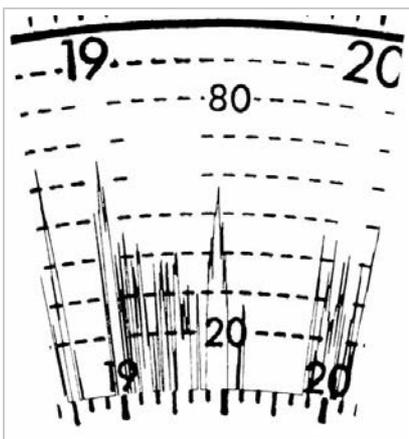

Abb. 48: Innerorts- oder Stadtverkehr
- Innerorts- oder Stadtverkehr, Abb. 48: